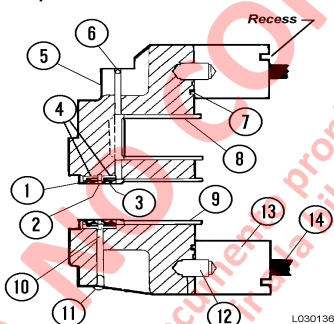
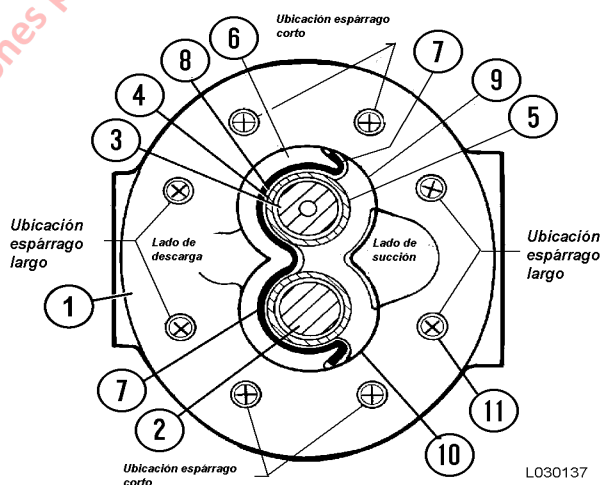

FIGURA 3-11. MONTAJE DEL SELLO DEL EJE
FIGURA 3-12. REARMADO DE LA BOMBA
3. Lubrique los sellos con aceite hidráulico. Posicione el sello del eje interno (3, Figura 3-11) con la cara de metal hacia el extremo exterior de la brida.
5. Monte el anillo de retención (2, Figura 3-11) con el anillo de retención sobre el agujero de drenaje (10).
7. Lubrique los hilos de los espárragos pasantes (14, Figura 3-11) con aceite hidráulico. Atornille los espárragos en la brida hasta que se ajusten. Hay cuatro espárragos cortos y cuatro largos, consulte la Figura 3-12, para ver la ubicación correspondiente.
8. Lubrique e instale las juntas tóricas (7). Instale los pasadores de espiga (12), si se sacaron. Instale la placa del engranaje (13). Asegúrese que el agujero en la placa del engranaje esté junto a la placa del conector o con la cara hacia arriba cuando se instale la placa del engranaje.
9. Instale los anillos de acero (5, Figura 3-12). Lubrique e instale el anillo de respaldo (8), junta tórica (7) y el retenedor del anillo (6), como se muestra en la figura 3-12.
10. Instale la placa de aislamiento (9) en el lado de succión de la placa de engranaje. La placa de aislamiento tiene un área de alivio, fresada en un lado. Gire ese lado hacia arriba o hacia la placa de presión.